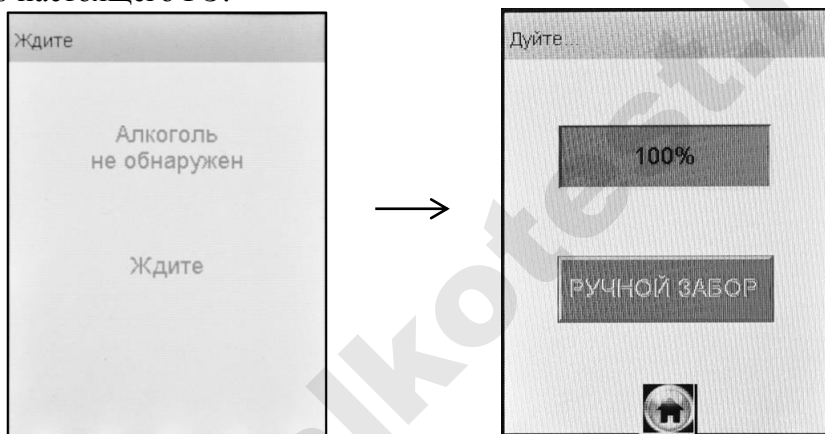

Рисунок 15 – Готовность к отбору пробы
которые могут оказать влияние на показания анализатора, в окружающем воздухе, в заборной системе анализатора и в мундштуке (рисунок 15, слева):
- при положительном результате проверки (при отсутствии этанола и других компонентов), анализатор перейдет в режим готовности к отбору пробы (рисунок 15, справа);